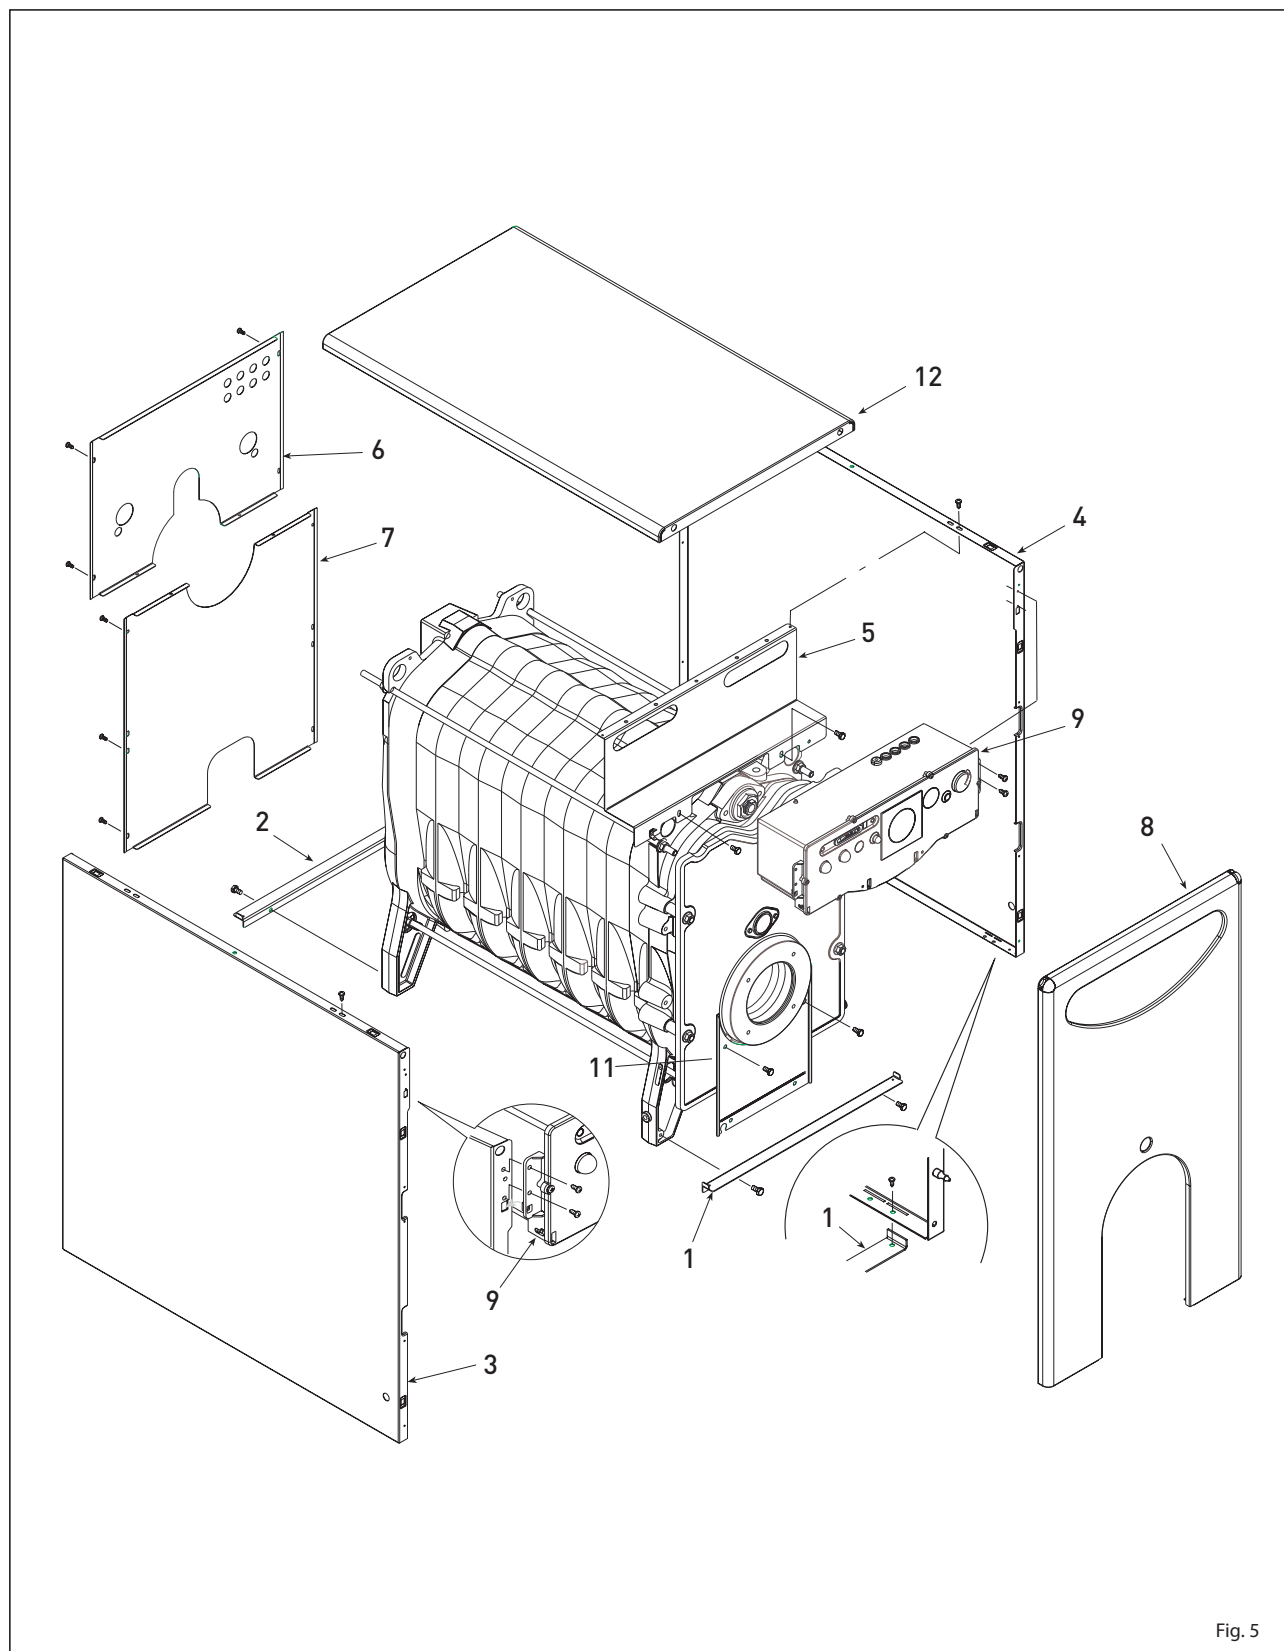

Fig. 5
2.5 MONTERING AF KAPPE RONDØ ERP BE (fig. 5)
Udfør kappens montering, som beskrevet nedenfor (fig. 5):